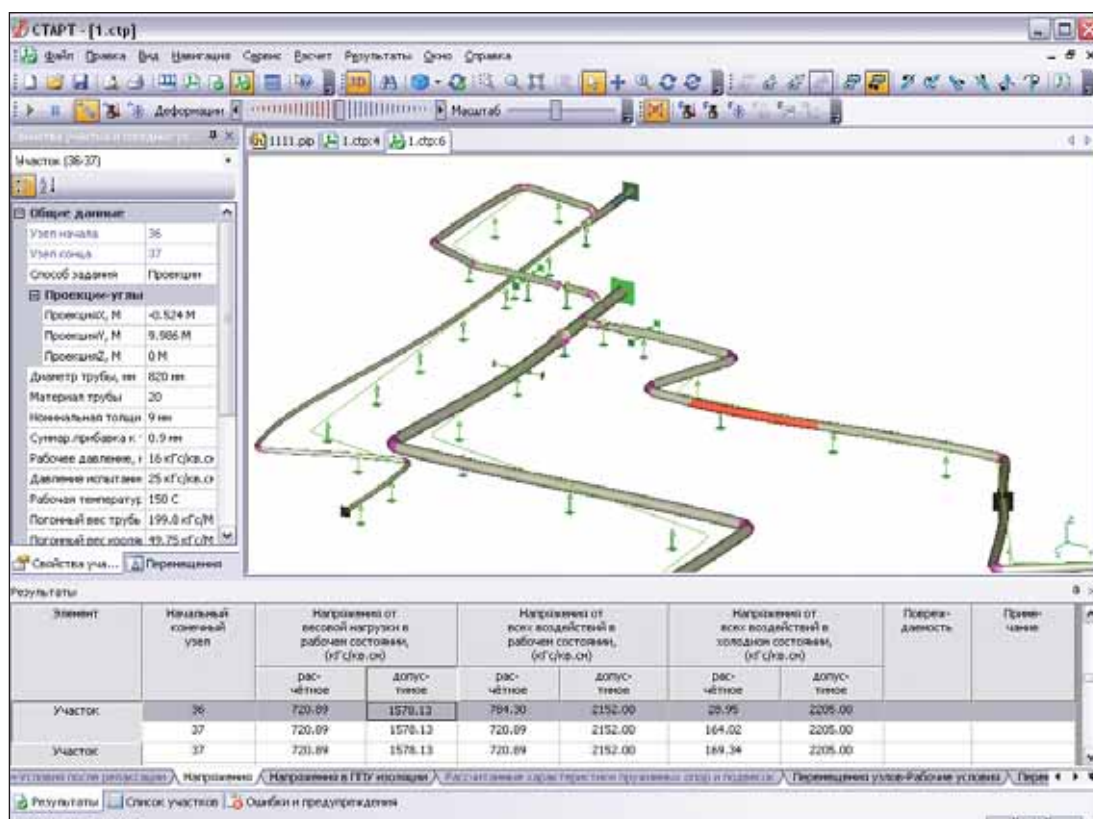

Рис. 2. Исходный (осевая линия) и деформированный (в объеме) вид трубопровода, таблица напряжений в трубопроводе (внизу)
■ Теперь в графическом окне можно увидеть деформированный вид трубопровода от приложенных нагрузок и воздействий при различных расчетных состояниях трубопровода (рис. 2). Также доступна анимация деформаций трубопровода при переходе из монтажного в рабочее, а затем в холодное состояние. Деформированный вид трубопровода может быть изображен как в виде осевой линии, так и в объеме. Одновременно на схеме могут быть показаны осевые линии в монтажном, рабочем
Таблицы результатов расчета (напряжений, нагрузок на опоры и т.д.) теперь могут быть показаны одновременно с расчетной схемой трубопровода в плавающем окне (рис. 2).